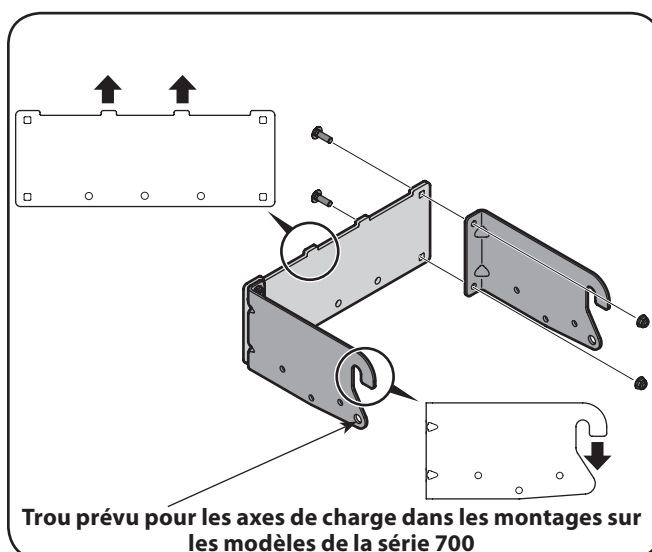

Figure 4-3
1. Attachez les deux supports de fixation d'attelage latéraux au support de fixation universel arrière à l'aide des quatre boulons à tête hexagonale et contre-écrous d'épaulement. Avec les crochets sur les supports de fixation d'attelage latéraux pointant vers le bas, les étiquettes des plateaux d'attelage devraient pointer vers le haut. Consultez la figure 4-3.
Remarque : Installez deux axes à épaulement à travers l'assemblage et fixez-les aux supports de fixation de série 700 installés plus tôt avec des goupilles à clique fournies dans le jeu de montage. Consultez à nouveau la figure 4-3.